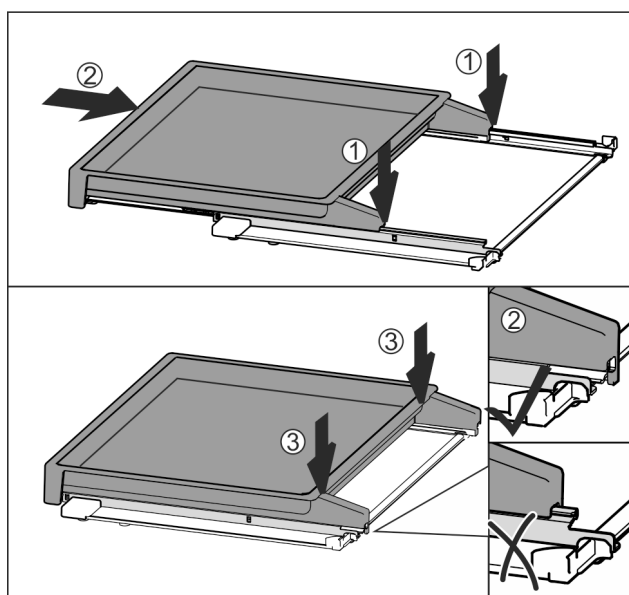

Fig. 113
- ▶ Colóquelo centrado sobre los rieles Fig. 113 (1).
- ▶ Introduzca por completo el estante extraíble Fig. 113 (2).
- ▶ Presione en el lado trasero hasta que encaje de forma perceptible Fig. 113 (3).